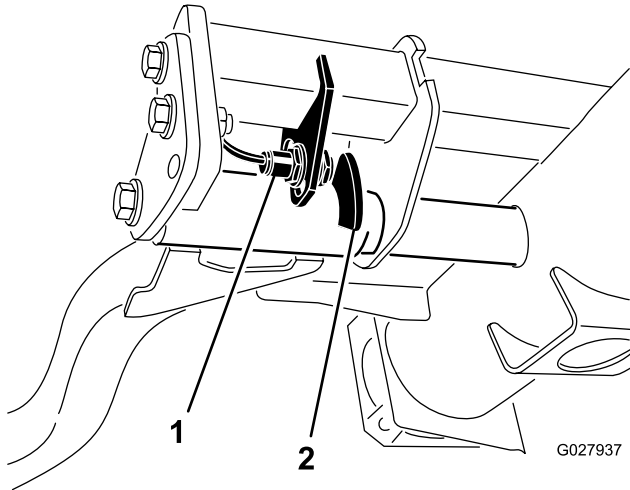

图36
2. 拧松提升臂开关安装螺丝（图36）并向下移动开关，可增大提升臂的转向高度；向上移动开关，可减小提升臂的转向高度。旋紧安装螺钉。
注意： 提升臂位于右前方提升臂（图36）后面的液压油箱下。